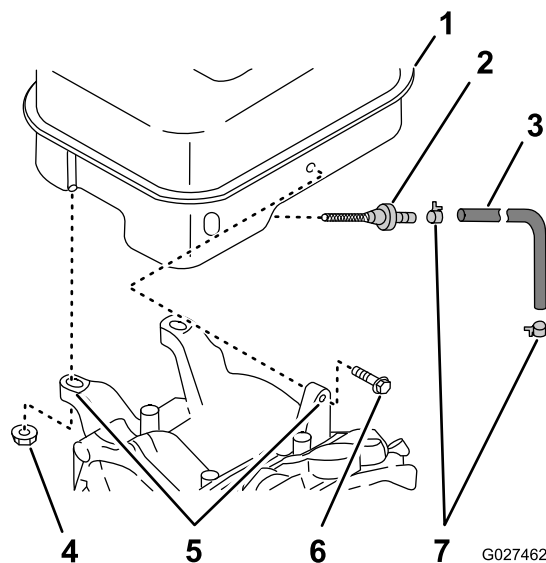
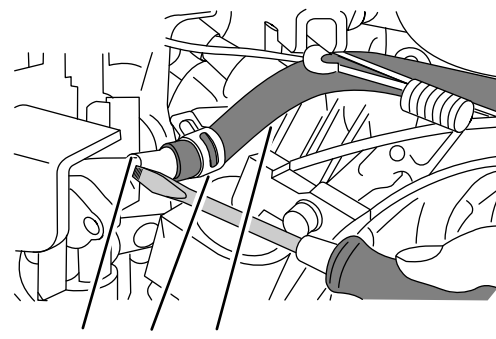
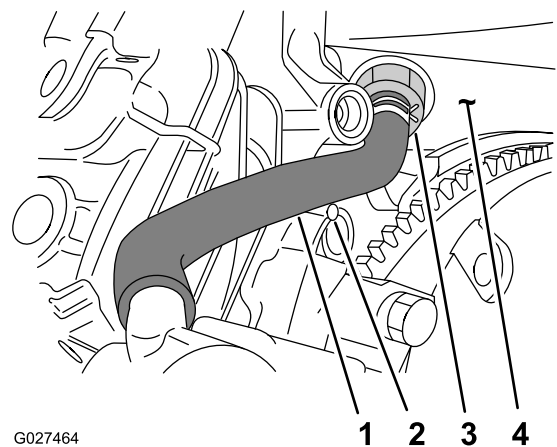

Figure 67
Figure 68
Figure 69
5. Retirez les 2 boulons (6 x 25 mm) et les 2 écrous (8 mm) qui fixent le réservoir de carburant sur ses supports (Figure 67).
6. Desserrez le collier et débranchez le flexible de carburant du raccord sur le carburateur (Figure 68).
7. Retirez le réservoir de carburant du carter moteur (Figure 67 et Figure 69).
1. Desserrez le collier et débranchez le flexible de carburant du raccord sur le filtre à carburant (Figure 67).
2. Tournez le filtre à carburant dans le sens antihoraire et déposez-le du réservoir de carburant (Figure 67).
4. Vissez le filtre à carburant dans le réservoir de carburant (Figure 67).
6. Placez le flexible de carburant que vous avez débranché à l'opération 1 en face du raccord du filtre à carburant (Figure 67 et Figure 69).
- Fixez le flexible au raccord du filtre au moyen du collier (Figure 67 et Figure 69).
- Placez le réservoir de carburant en face de ses supports sur le moteur (Figure 67).
- Placez le flexible de carburant que vous avez débranché à l'opération 6 de **Dépose du réservoir de carburant** (page 57) en face du raccord sur le carburateur (Figure 68 et Figure 69).
- Fixez le flexible au raccord du carburateur au moyen du collier (Figure 68).
- Montez le réservoir sur ses supports sur le moteur au moyen des 2 boulons (6 x 25 mm) et 2 écrous (8 mm) (Figure 67).